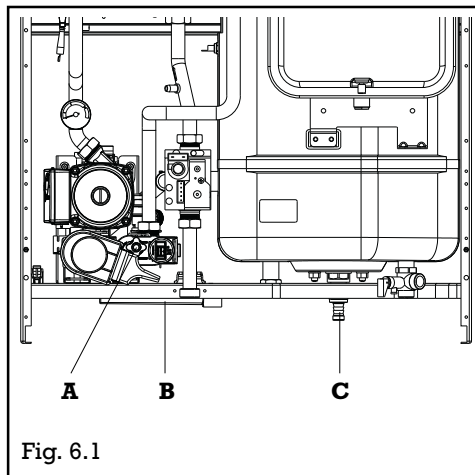

Fig. 6.1
- dévisser le robinet de vidange de la chaudière (**A**), en maintenant en place le coude du flexible d'évacuation pour éviter qu'il se déboîte, l'eau s'écoulera par le collecteur d'évacuation (**B**) (fig. 6.1)
- vidanger le ballon par le robinet (**C**, fig. 6.1), raccorder au préalable un tuyau plastique sur l'embout puis dévisser le robinet.
- vidanger le ballon par le robinet (**C**, fig. 6.1), raccorder au préalable un tuyau plastique sur l'embout puis dévisser le robinet